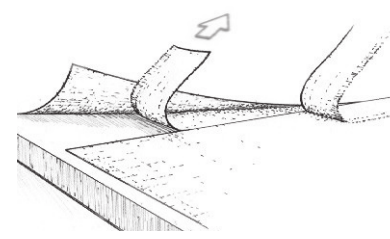

Figure 28 Enlevez le plus haut des chutes, soulevez le côté opposé coupé et enlevez les chutes qui débordent.
- c) Retirez le plus haut des chutes ensuite soulever le côté opposé coupé pour enlever les chutes débordantes (Figure 28). Re-mouillez le dessous du bout soulevé avec l'époxyde et lissez en place.